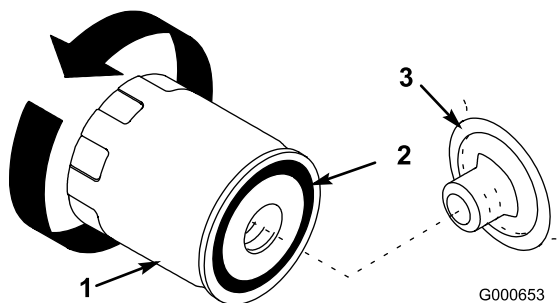

Bild 27
7. Entfernen Sie den Altfilter und wischen die Kontaktfläche am Filteradapter (**Bild 27**) ab.
10. Ölen Sie die Gummidichtung am Ersatzfilter leicht mit Frischöl ein (**Bild 27**).
11. Setzen Sie den Ersatzölfilter auf den Filteradapter auf. Drehen Sie den Ölfilter nach rechts, bis die Gummidichtung den Filteradapter berührt. Ziehen Sie ihn dann um eine weitere halbe Umdrehung an (**Bild 27**).